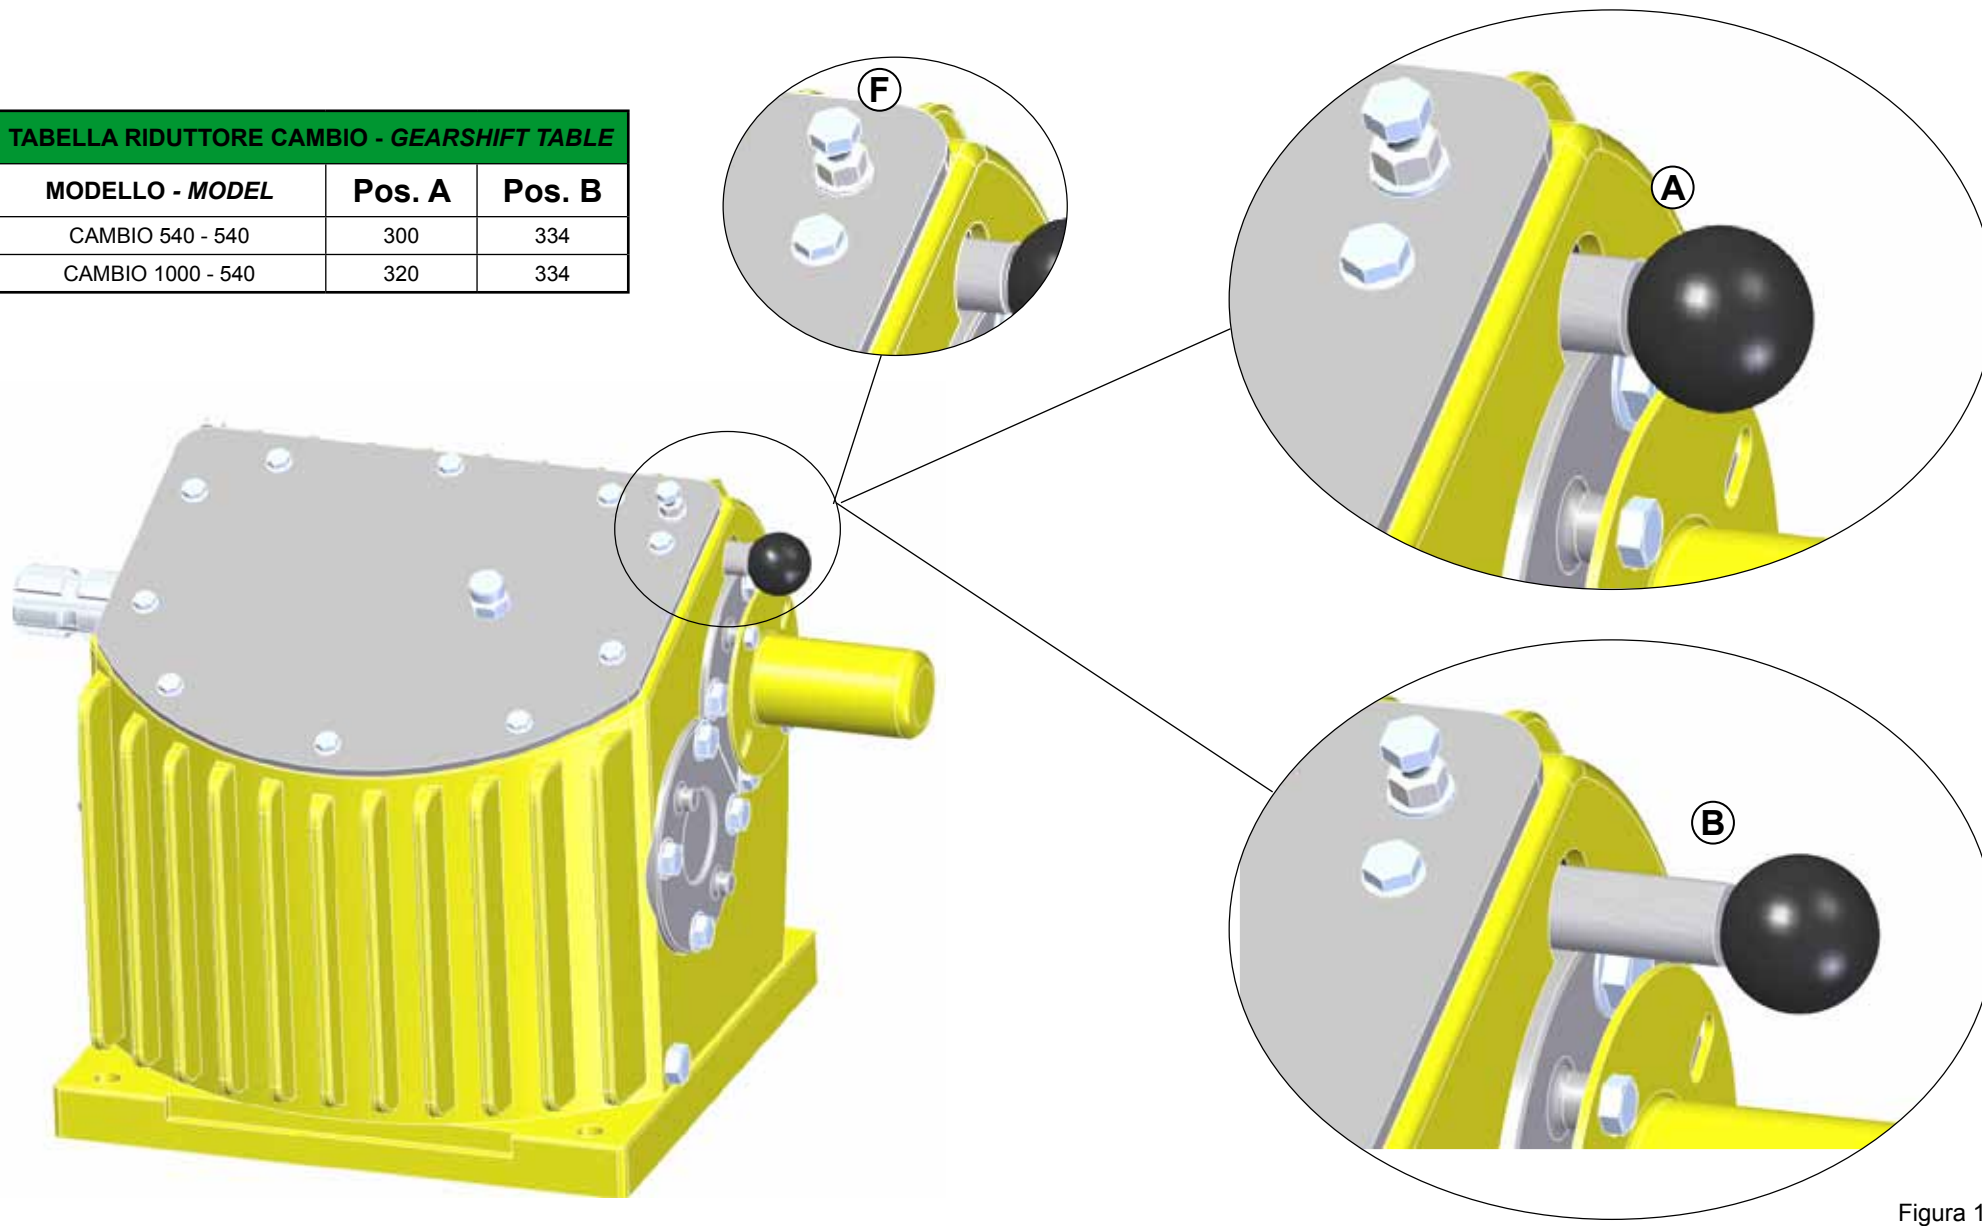

Figura 135
- 2) Svitare il fermo della leva F (figura 135) e muovere la leva in posizione A o B a seconda della velocità desiderata. (Tabella Pag. 109) Per ottenere l'ideale sminuzzamento del terreno è necessario considerare due fattori: